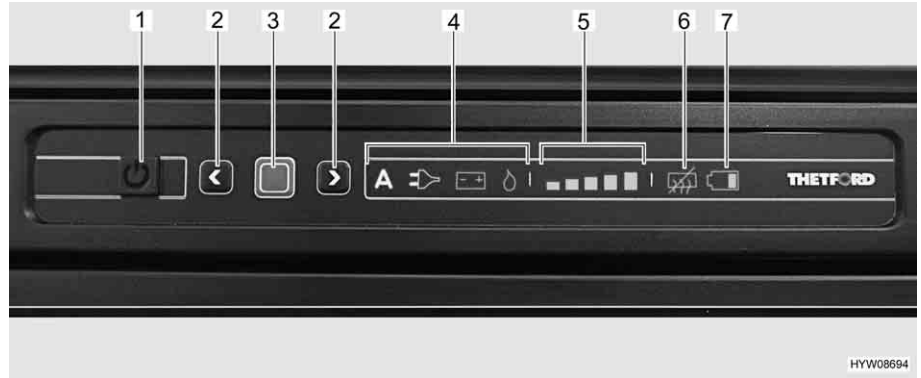

Bild 179 Bedienelemente für den Kühlschrank
Nach dem Einschalten wählt der Kühlschrank automatisch die zuletzt eingestellte Thermostateinstellung. Diese Einstellung kann manuell mit den Pfeiltasten (Bild 179,2) nachgeregelt werden. Die Leuchtbalken der Kühlstufenanzeige (Bild 179,5) zeigen die gewählte Thermostateinstellung an.
Mit den Pfeiltasten (Bild 179,2) wird die Kühltemperatur für alle drei Energiearten eingestellt. Es dauert einige Stunden, bis der Kühlschrank die eingestellte Betriebstemperatur erreicht hat. Beim Umschalten der Betriebsart wird die Thermostateinstellung beibehalten. Die Kühltemperatur wird unabhängig von der Energieart beibehalten.
- Taster Ein/Aus (Bild 179,1) 1 Sekunde lang drücken. Taster leuchtet grün auf. Die Anzeigen leuchten 10 Sekunden lang und werden dann aus Energiespargründen gedimmt.
- Bestätigungstaste (Bild 179,3) drücken. Die aktuelle Einstellung der Betriebsart wird angezeigt.
- Bestätigungstaste (Bild 179,3) ca. 2 Sekunden lang drücken. Die Betriebsartensymbole (Bild 179,4) blinken.
- Mit den Pfeiltasten (Bild 179,2) die gewünschte Betriebsart auswählen.
- Bestätigungstaste (Bild 179,3) ca. 2 Sekunden lang drücken. Die Betriebsartensymbole blinken.
- Bestätigungstaste erneut drücken. Die Anzeige der Kühlstufen (Bild 179,5) blinkt.
- Mit den Pfeiltasten (Bild 179,2) die gewünschte Kühlleistung einstellen.
- Taster Ein/Aus (Bild 179,1) ca. 2 Sekunden lang drücken. Alle Lampen erlöschen.
- Beide Pfeiltasten (Bild 179,2) gleichzeitig ca. 2 Sekunden lang drücken. Das Symbol "Anti-Kondensation aus" (Bild 179,6) leuchtet.
- Beide Pfeiltasten (Bild 179,2) gleichzeitig ca. 2 Sekunden lang drücken. Das Symbol "Anti-Kondensation aus" (Bild 179,6) erlischt.